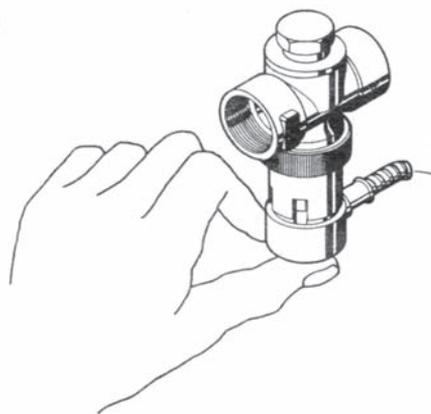

Fig. 22 Premere il pulsante contro la valvola
- premete più volte il pulsante rosso contro la valvola – Fig. 22. In questo modo la valvola viene lavata.